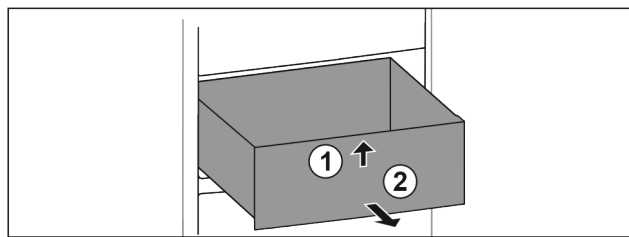

Fig. 138
- ▶ Predal spredaj dvignite. Fig. 138 (1)
- ▶ Predal vzemite ven v smeri naprej. Fig. 138 (2)